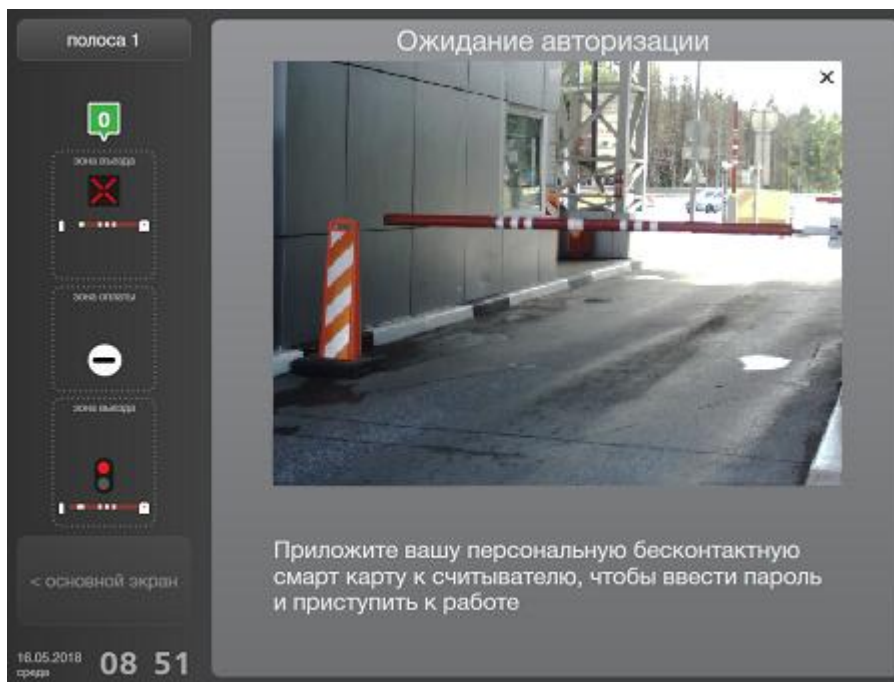
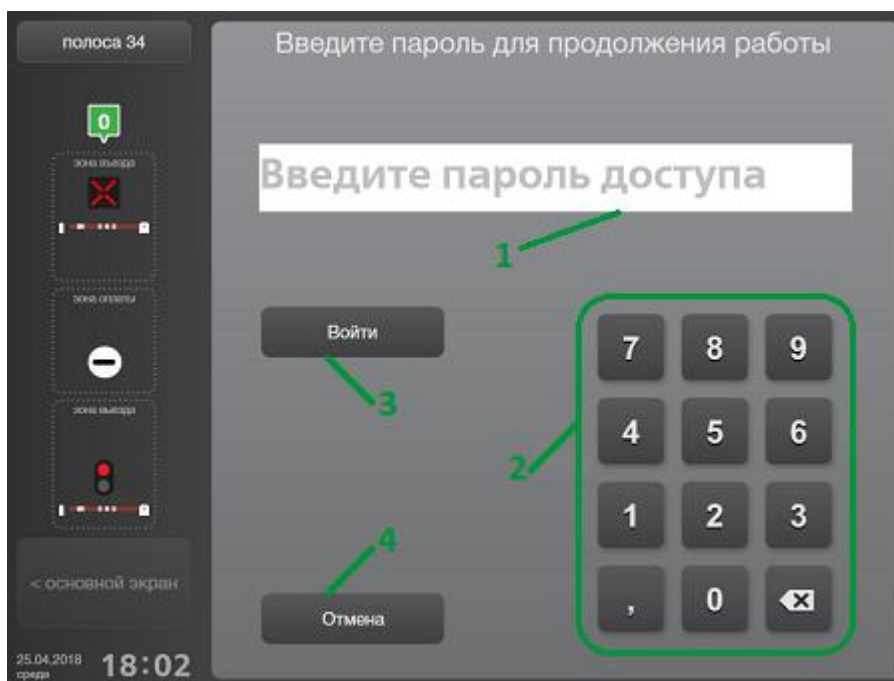

Рисунок 27. Окно авторизации кассира-оператора при авторизации с помощью служебной БСК
Рисунок 28. Ввод пароля
Если в настройках АРМ запрещен режим работы без БСК считывателя, то авторизация возможна только с помощью считывания служебной карты персонала с помощью БСК-считывателя. В этом случае экран авторизации имеет вид, показанный на рис. 27.
- В случае успешного считывания отобразится окно ввода пароля (рис. 28).
Шаг 7. В открывшемся окне ввода пароля (рис. 28) ввести свой пароль (рис. 28, поз. 1) и нажать кнопку **[Войти]** (рис. 28, поз. 3). Для ввода пароля необходимо использовать область набора цифр (рис. 28, поз. 2)
ВНИМАНИЕ! Период ожидания ввода пароля ограничен! По истечении 10 секунд с момента последнего действия в АРМ произойдет сброс текущей попытки авторизации, на экране отобразится окно ожидания авторизации (рис. 27).
В случае отказа от авторизации на шаге ввода пароля необходимо нажать кнопку [Отмена] (рис. 28, поз. 4), после чего будет открыто окно начала авторизации (см. рис. 27).